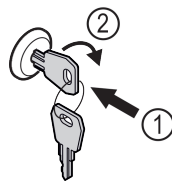

Fig. 167
- ▶ Shtyni çelësin brenda Fig. 167 (1).
- ▶ Rrotulloni çelësin me 90° në drejtimin orar Fig. 167 (2).